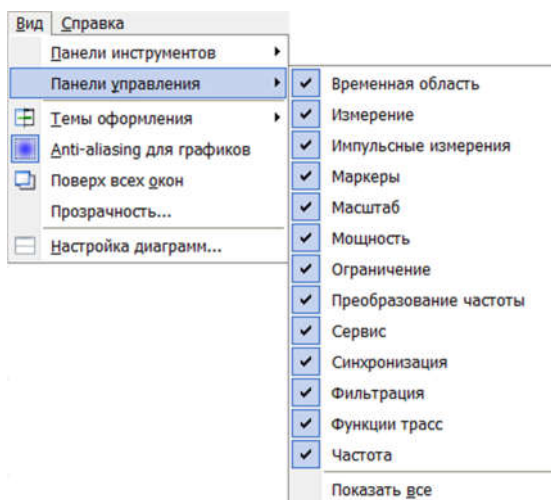

Рисунок 2.56 – Выбор отображаемых панелей управления
2.3.2.5.7 Для включения тех или иных панелей управления следует установить соответствующие флажки в поле со списком «Панели управления» вкладки «Вид» главного меню (рисунок 2.56). Краткое описание содержимого панелей управление представлено в п. 2.3.2.6.